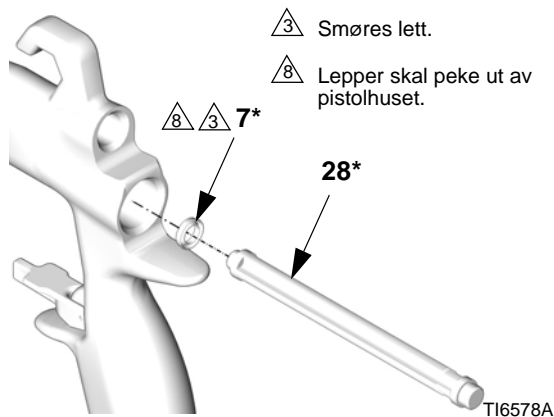

FIG. 42
3. Sett den nye u-koppen (7*) på pakningsmonteringsverktøyet (28*) med leppene vendt mot verktøyet, slik som vist i FIG. 42. Press u-koppen inn i baksiden av pistolen helt til du kjenner et tydelig knepp.